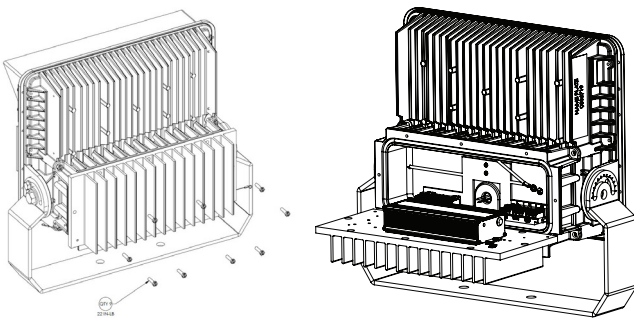

Figura 1
1. Abra la cubierta trasera o el disipador de calor soltando nueve (9) pernos n.º 10-24 x 0,75" de acero inoxidable de la cubierta, utilizando una llave para tuercas o un destornillador plano de 5/8" (vea la Figura 1). Se debe retirar la cubierta del disipador de calor tirando hacia atrás en una esquina del borde superior para evitar dañar la junta.